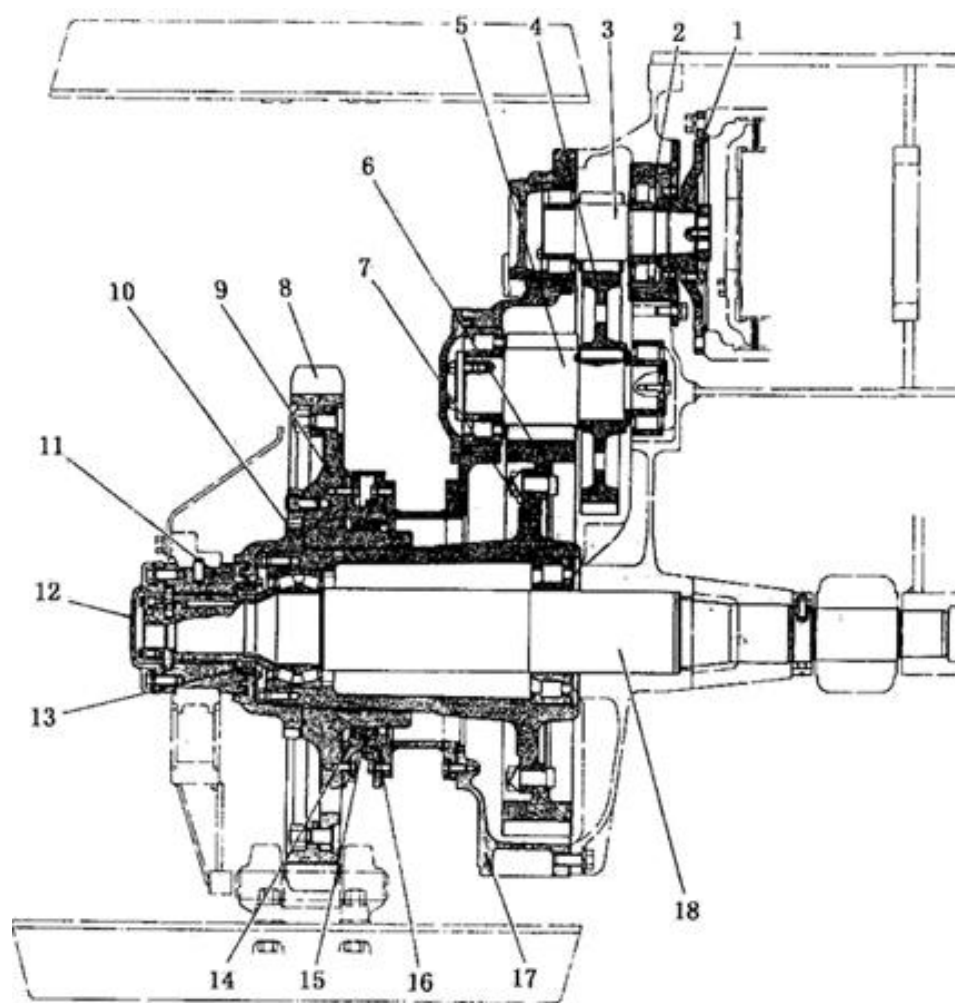

Рис. 5-41 Механизм бортредуктора модели бульдозера SD22S
5.8 Бортредуктор (см. Рис. 5-41 и 5-42)